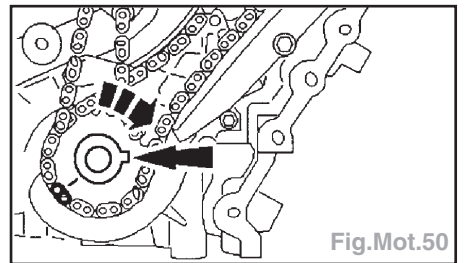

Fig.Mot.50
- Tourner le vilebrequin jusqu'à ce que la rainure de clavetage de vilebrequin se trouve à la position 3 heures (Fig.Mot.50).